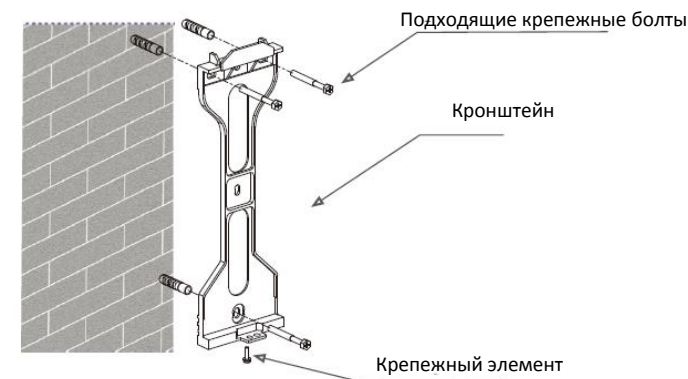

Рисунок 4.4 – Монтаж на стену
- Убедитесь, что крепежный элемент размещен горизонтально, а монтажные отверстия (см. рисунок 4.4 и 4.5) расположены правильно. Просверлите отверстия в стене или столбе согласно разметке.